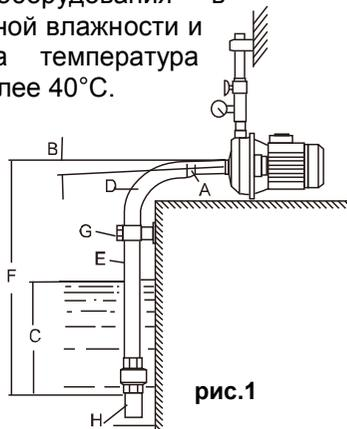

рис.1
- правильная установка (рис. 1)